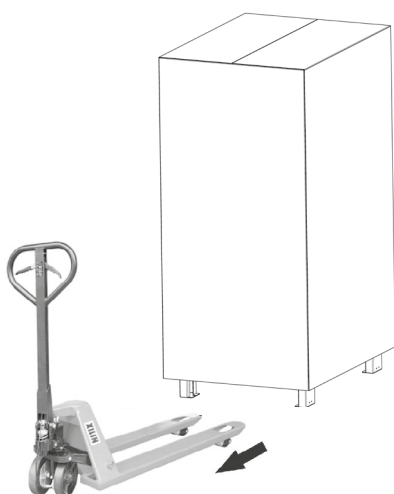
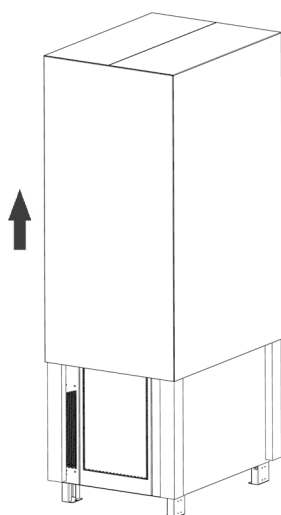

Fig. 29. Ejemplo traslado ADAPT 2 embalado con transpalet.
Fig. 30. Ejemplo retirada envoltorio de cartón.
- En las Fig. 29 a Fig. 31 se representan, a modo de ejemplo, las ilustraciones correspondientes al armario de 6 slots.
- Para desembalar el equipo cortar los flejes de la envoltorio de cartón y sacarlo por arriba como si fuera una tapa (ver Fig. 29 y Fig. 30) o bien desmontarlo con las herramientas necesarias si el envoltorio es de madera; retirar las cantoneras y la funda de plástico.